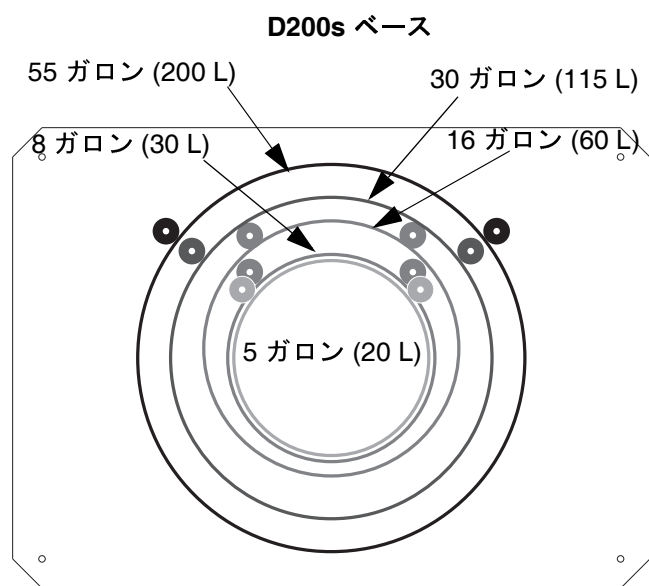

図 15: ラムベース
1. ラムアセンブリベースの一連の取り付け穴を確認します。図 15 を参照してください。